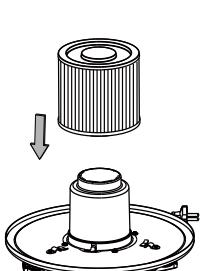

Fig. 1
- Sæt patronfilteret med den flade ende af filteret mod strømhovedet. Tryk forsigtigt på filteret, indtil det sidder plant og danner en tæt tætning (fig. 1).